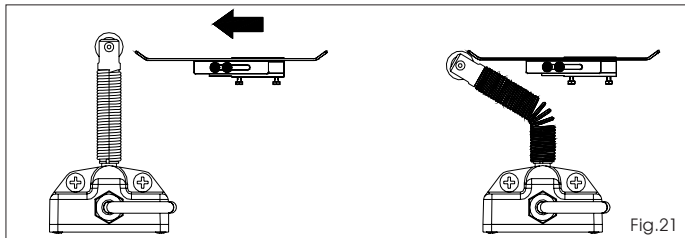

Fig.21
- a) La lámina debe activar el fin de carrera sobre la parte perfilada, como se indica en la Fig. 21.